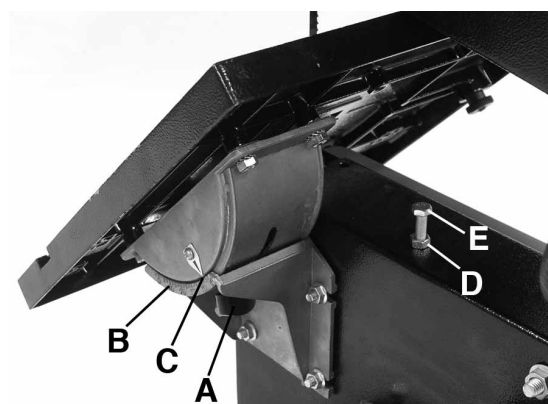

FIGURE 8
- 1) Déserrez le bouton de verrouillage (A) Fig.8 de la table.
- 2) Inclinez la table à la main à l'angle désiré en utilisant comme guide l'échelle du biseau (B) Fig.8 et l'indicateur d'angle (C).
- 2) Déserrez le bouton de verrouillage (A) Fig.8 de la table.
- 4) aligner la table à 90° avec la lame (position 0°) et ensuite serrez le bouton de verrouillage de la table. Desserrez l'écrou hexagonal (D) Fig.8 sous la table et tournez le boulon hexagonal (arrêt positif de 0°) (E) jusqu'à ce qu'il touche le dessous de la table. Une fois l'ajustement est terminée, reserrez l'écrou hexagonal.
- 6) Ajustez l'indicateur (C) en utilisant un tournevis Phillips #2 pour le positionner le 0°, reserrez la vis de l'indicateur.